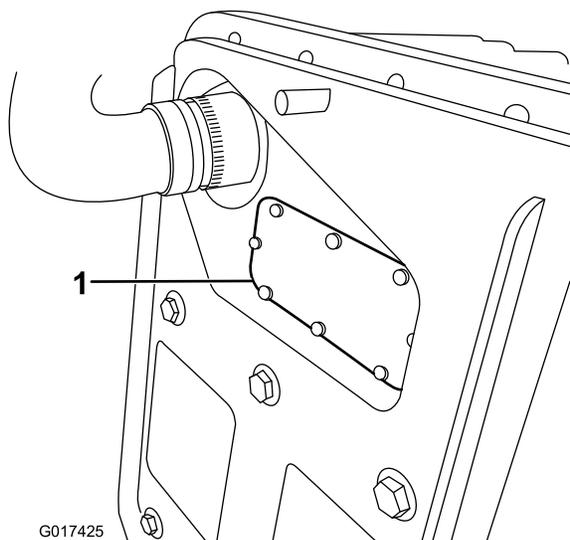

Figura 38
- B. Togliete il coperchio del fusibile (Figura 38).